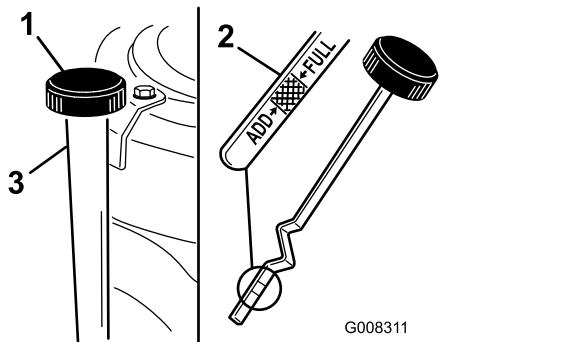

Figure 25
7. Nettoyez la surface autour de la jauge (Figure 25) pour éviter de faire tomber des impuretés dans l'orifice de remplissage, ce qui endommagerait le moteur.
8. Retirez la jauge d'huile et essuyez soigneusement l'extrémité métallique (Figure 25).
9. Revissez la jauge complètement dans le tube de remplissage (Figure 25).
- Nettoyez la surface autour du bouchon de la jauge de niveau d'huile et dévissez le bouchon (Figure 25).
- Versez avec précaution environ 80 % de l'huile moteur dans le goulot de remplissage (Figure 25). Voir Vidange de l'huile moteur \(page 23\).